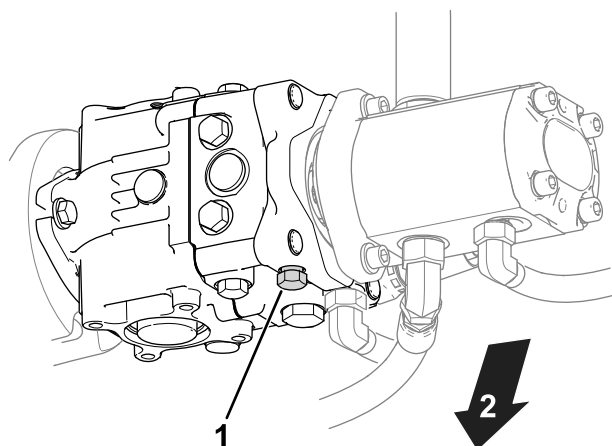

Figura 24
1. Localizați supapa de bypass pe pompă (Figura 24).